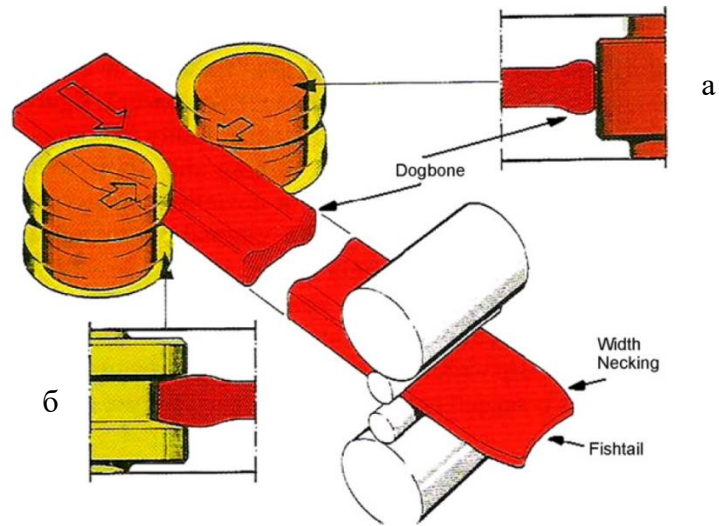
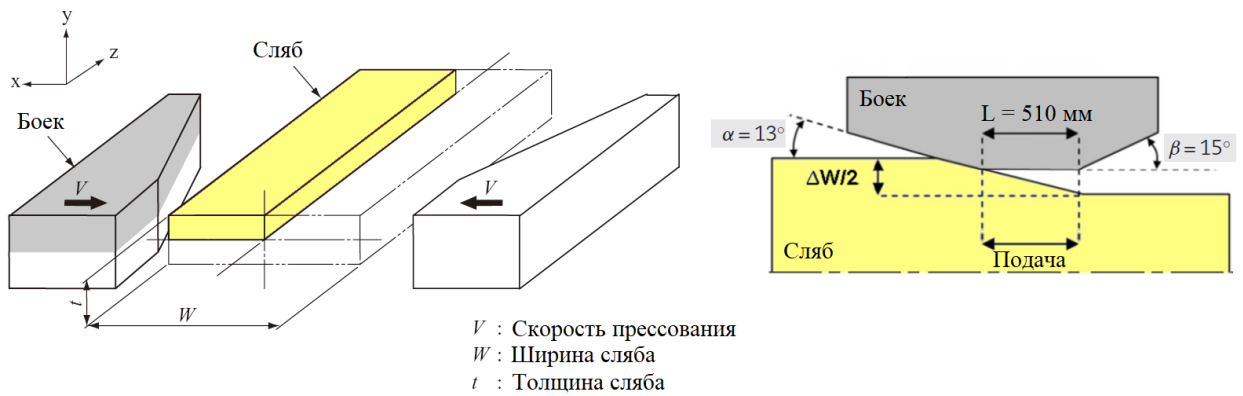

Рисунок 1 – Схема деформации слябов по ширине: а – гладкими вертикальными валками (эджерами); б – калиброванными вертикальными валками (эджерами)
Рисунок 2 – Схема редуцирования сляба прессом
**Задание:** в соответствии с вариантом (табл. 1) разработать технологию редуцирования слябов по ширине на основе компьютерного моделирования методом конечных элементов в программе QForm 3D. Выполнить сравнение трех способов деформации слябов по ширине: гладкими вертикальными валками (эджерами) (рис. 1, а), калиброванными вертикальными валками (эджерами) (рис. 1, б), бойками пресса (рис. 2). Рассчитать силовые параметры процессов, напряженно-деформированное состояние инструментов и заготовок. Обосновать выбор наиболее эффективной технологии.